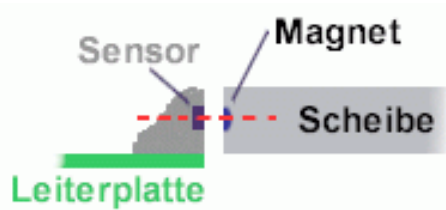

Abbildung 3 Korrekte Ausrichtung von Magnetring und Sensor.
- Dabei darauf achten, dass sich die Magnete in dem Magnetring auf Höhe des Sensors befindet, siehe Abbildung 3 auf Seite 10.